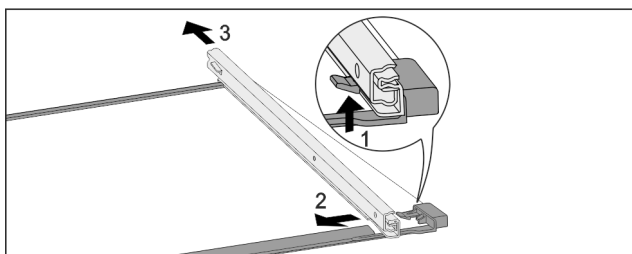

Fig. 71 Steklena plošča z vodili
- ▶ Sprednji zaskočni kaveljček potisnite navzgor. Fig. 71 (1)
- ▶ Izvlačno vodilo potisnite Fig. 71 (2) na stran Fig. 71 (3) in nazaj.